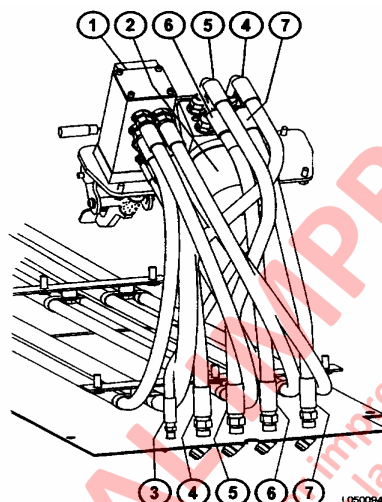

FIGURA 5-2. UNIDAD DE CONTROL DE LA DIRECCION
3. Rotule todas las líneas hidráulicas para identificarlas correctamente durante el montaje. Desconecte las líneas hidráulicas (ver, Figura 5-2) en la unidad de control de la dirección. Tape todas las mangueras.
4. Apriete todos los pernos con torque estándar. Destape y fije las líneas hidráulicas a sus lumbreras correspondientes en la unidad de control de la dirección. Consulte la Figura 5-2.